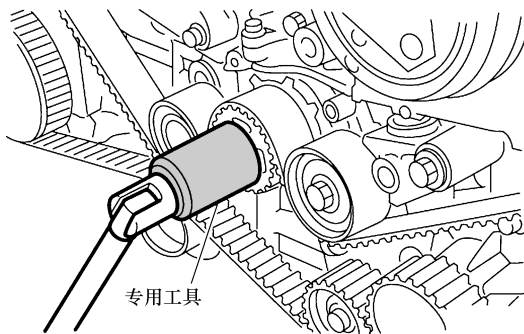

图 27-53 用专用工具转动曲轴
① 如图 27-53 所示,用专用工具转动曲轴,使曲轴链轮、进气凸轮轴链轮(左)、排气凸轮轴链轮(左)、进气凸轮轴链轮(右)、排气凸轮轴链轮(右)上的正时标记与正时带罩和缸体上的槽对齐。